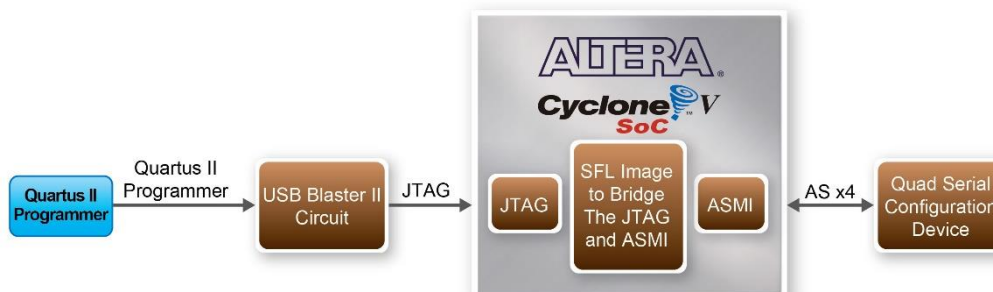

图 3-9 采用 SFL 解决方案配置 EPCS128
- 用户需要使用Serial Flash Loader (SFL)通过JTAG接口配置EPCS128。基于FPGA的SFL是FPGA内的软IP核，用于桥接JTAG和Flash接口。Quartus Prime软件具有SFL宏功能。如图3-9所示为采用了SFL解决方案的配置方法。